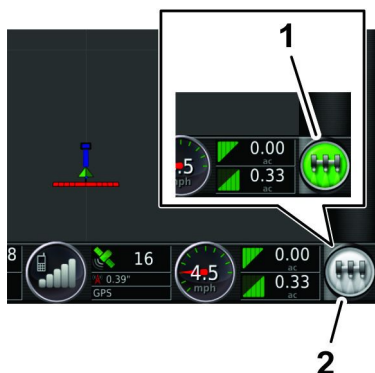

Figura 275
8. En la consola de control GeoLink, pulse el icono INTERRUPTOR MAESTRO (Figura 275) a ACTIVADO (verde).